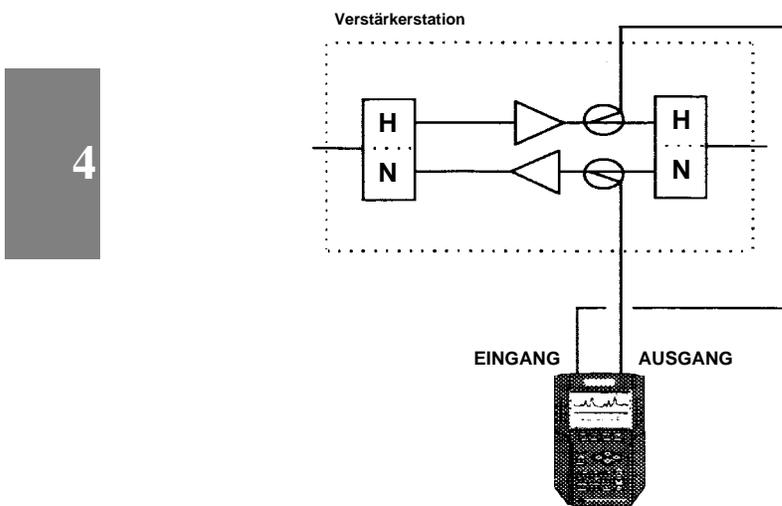

Abb. 4–6 SDA-5000-Anschluss an ein Netz mit zwei Testpunkten
- **Netze mit aufgeteilten Frequenzbändern (bidirektional):** Die meisten Netze haben Architekturen mit aufgeteilten Bändern, bei denen ein Frequenzbereich für Vorwärtspfadsignale (normalerweise die höheren Frequenzen über 50–80 MHz) und ein anderer Bereich für Rückpfadsignale (normalerweise die niedrigeren Frequenzen von 5 MHz bis zum Beginn der Vorwärtspfadsignale bei 30–65 MHz) verwendet wird. Diese Signale werden auf einem Koaxialkabel kombiniert, und spezielle Verstärker heben die ausgewählten Bänder in unterschiedliche Richtungen an. Bei einem System mit aufgeteilten Bändern ist die zuverlässigste und genaueste Methode die Verwendung von zwei Testpunkten: einen für Vorwärtspfadsignale (zum Empfang des Wobbel-Telemetriesignals) und einen zweiten für die Einspeisung von Rückpfadsignalen. Ein Beispiel für dieses Anschlussschema ist in Abb. 4–6 dargestellt.
Wenn keine zwei separaten Testpunkte verfügbar sind, kann ein Verteiler oder Diplexfilter verwendet werden, um die beiden SDA-Geräte-Anschlüsse zusammenzuschalten und an einen einzelnen Punkt anzuschließen. Ein Beispiel für dieses Anschlussschema ist in Abb. 4–7 gezeigt.